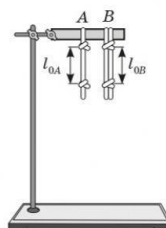

Рис. 1
- Шнури А і В підвісьте за петлі на лапку штатива (рис. 1).